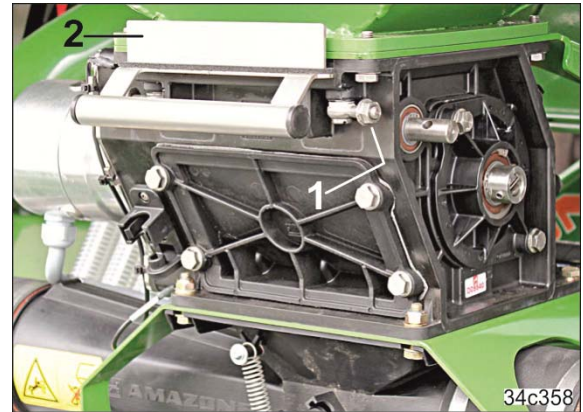

图 221
5.3 偏转螺栓 (图 221/1) 。
5.4 将滑门 (图 221/2) 移动至定量给料器的限位挡块处。